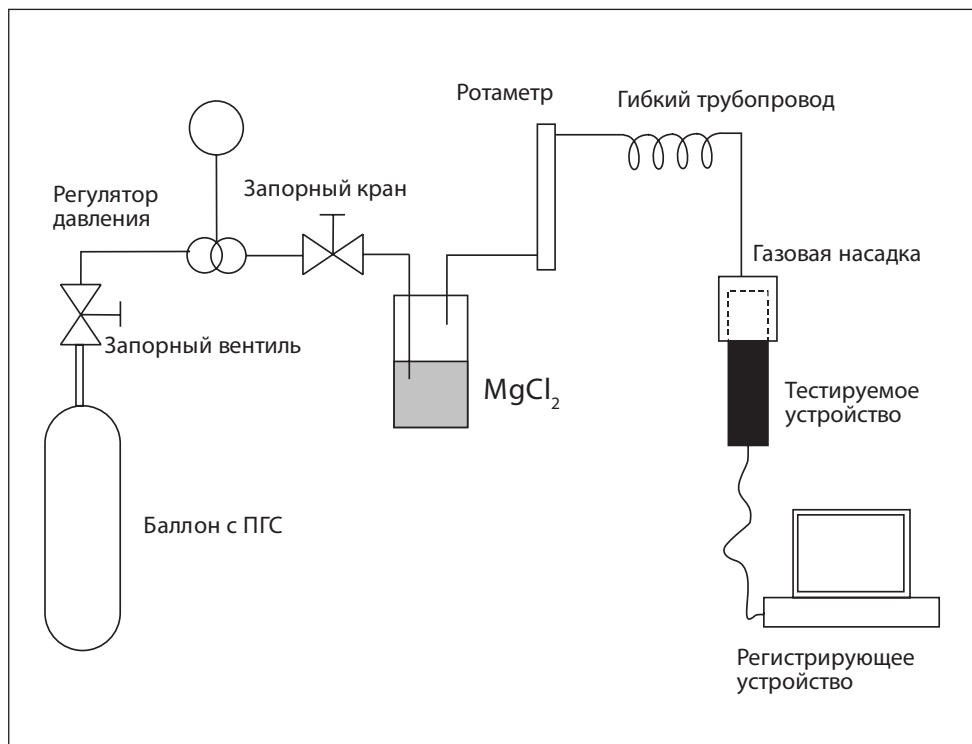

Рис.21
**Стенд 2** (рис.21) предназначен для работы с полупроводниковыми датчиками.